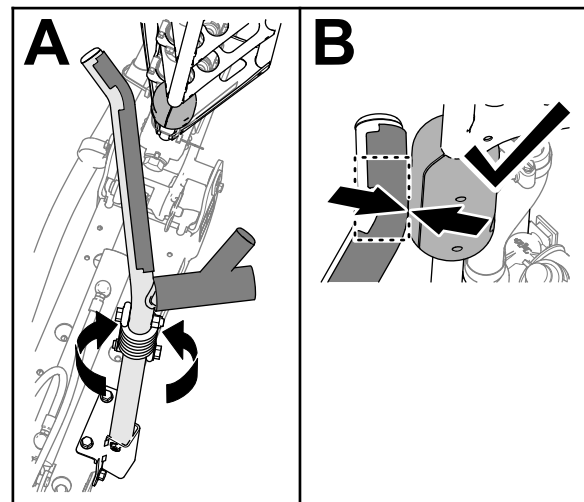

Figure 112
4. Tournez le berceau jusqu'à ce que le coude du tube soit en face du bloc coulissant sur le tube supérieur de la rampe extérieure (Figure 112).
Remarque: Les blocs doivent toucher le berceau au niveau du coude du tube supérieur (Figure 112).